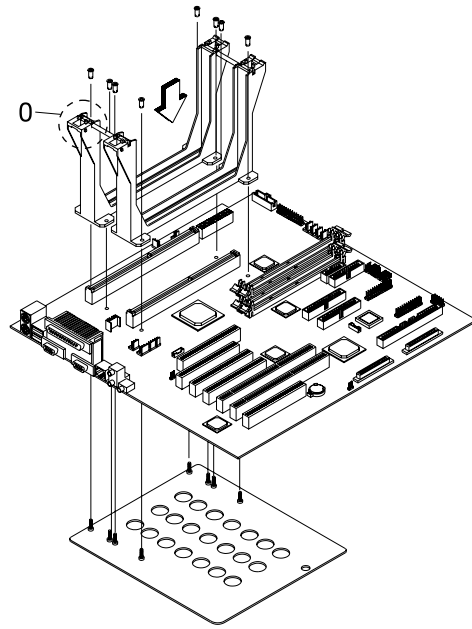

Abbildung 3-4 Metallplatte
2. Richten Sie die Metallplatte gemäß Abbildung 3-4 an den Slot-2-Halterungslöchern unter der Systemplatine aus, und setzen Sie sie in dieser Lage ein.